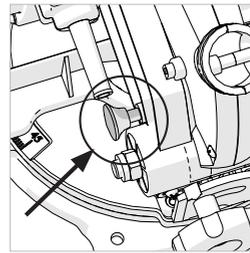

Abb. 15
- Vergewissern Sie sich, dass sich der Schneidkopf in der untersten Verriegelungsposition befindet und der Feststellstift vollständig eingerastet ist. **(s. Abb. 15)**
- Den Arretierstift (**Abb. 15**) seitlich herausziehen und den Schneidkopf in die obere Position anheben.